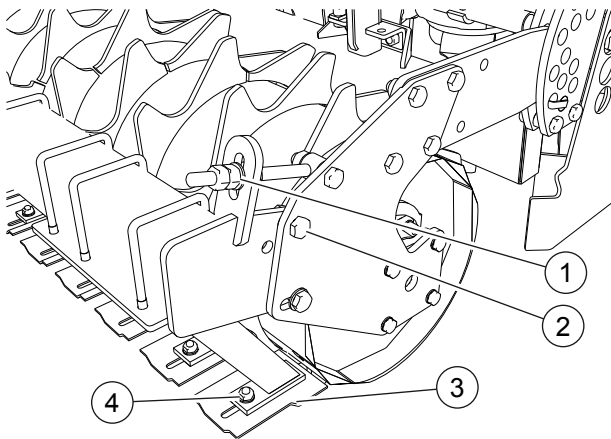

Abb. 32
- Die Mutter (2, „Abb. 32“) lösen.
- Die Muttern (1) lösen, bis sich der Abstreifer im gewünschten Abstand von der Walze befindet.
- Die Mutter (4) lösen.
- Den Abstreifer (3) näher zur Walze bringen.